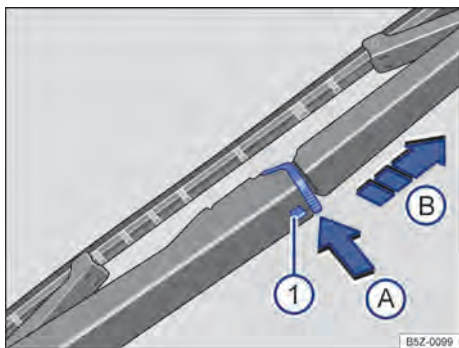

Fig. 148 Substituir a palheta do limpador do vidro traseiro.
- Manter o botão de destravamento → Fig. 148 ❶ pressionado.
- Pressionar a trava da palheta do limpador do vidro traseiro → Fig. 148, no sentido da seta (A).
- Puxar a palheta do limpador do vidro traseiro → Fig. 148, no sentido da seta (B).
- Introduzir a nova palheta do limpador do vidro traseiro **de mesmo tamanho e modelo** no braço do limpador do vidro traseiro no sentido contrário da seta → Fig. 148 (B) até que ela se trave.